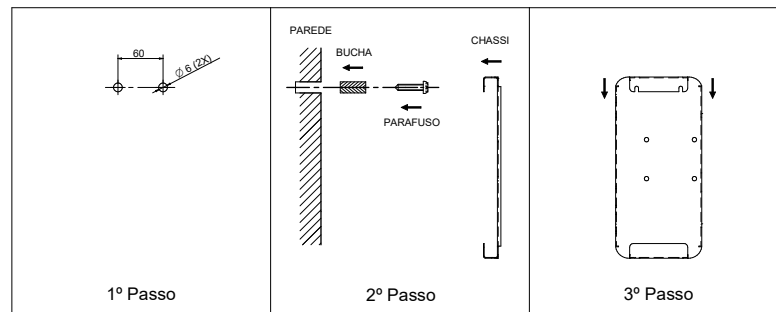

Figura 17
- Escolha um local onde não haja incidência de luz solar sobre o módulo de energia do Gerador de Cloro **EASYCLOR PRO**, pois a ação dos raios ultravioleta (UV) podem causar manchas no equipamento. Por se tratar de um aparelho eletroeletrônico também deverá estar protegido da chuva, atente-se também se o local de instalação possui um sistema de recirculação de ar para evitar o sobreaquecimento do equipamento.
- Para a fixação do módulo de energia, o instalador deve fazer uso do kit de parafusos que acompanha seu aparelho, para isso devem ser feitos dois furos de 6 mm a uma distância de 60 mm entre eles, conforme ilustrado na figura 17.